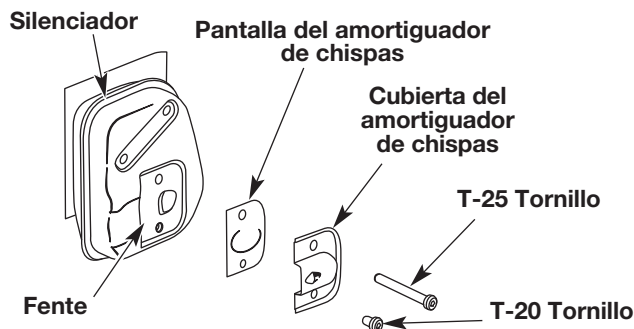

Fig. 36
2. Con un destornillador plano de la lámina o un pedacito torx T-20 y un pedacito T-25, quite los tornillos que unen la cubierta del amortiguador de chispas al silenciador (Fig. 36).